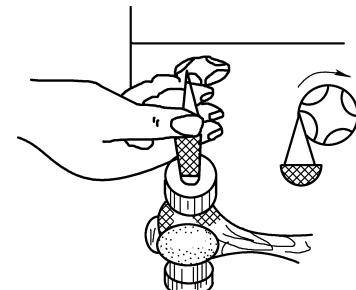

图2-67 用尖冲子将折断的丝锥退出工件
(1) 用尖冲子或尖錾子反时针方向冲击，使折断的丝锥退出工件，如图2-67所示。
(2) 先用喷灯火焰将丝锥退火，然后用钻头在断头钉上钻出比丝锥直径稍小的孔，用四方冲子扭出。